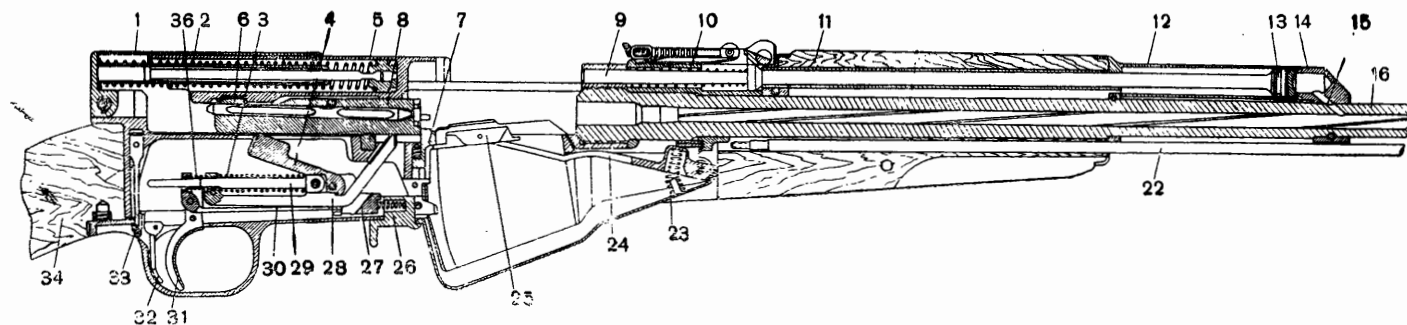

Рис. 46. Положение частей и механизмов карабина перед заряданием (продольный разрез):
- правой рукой отвести затвор за рукоятку стебля назад до отказа и отпустить рукоятку, при этом затвор задерживается останом (рис. 46);